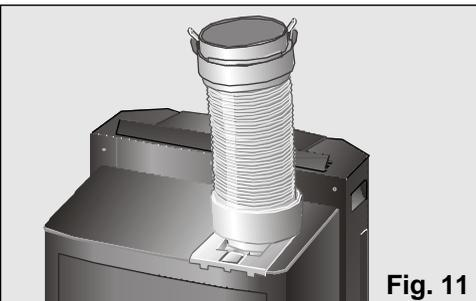

Fig. 11
- Verwijder de diffuusbuïs en zet de afvoerbuïs van de lucht op de in **fig. 11.** aangegeven positie.